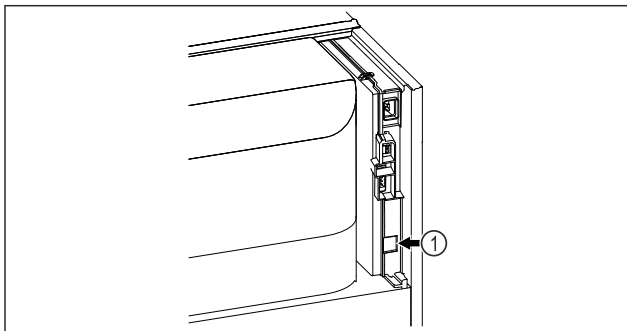

Fig. 73
- Използва се SmartModule Fig. 73 (1).